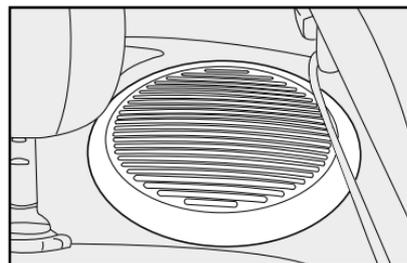

fig. 68
- Altoparlantes traseros **fig. 68 y 69**.